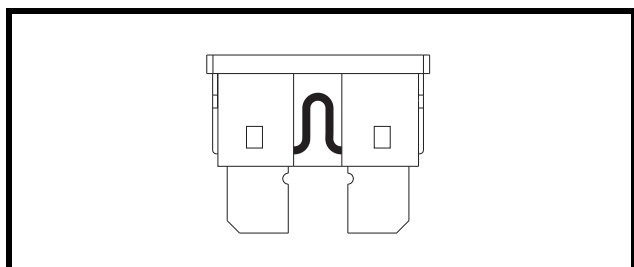

Figure 26. Fusible correct
- Examinez-le pour vérifier s'il est brûlé. **Voir les figures 26 et 27.**